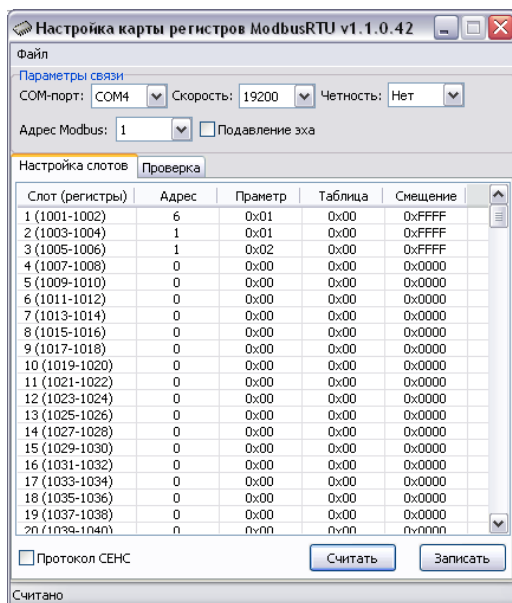

Рисунок 4 - Внешний вид окна программы
В группе настроек «Параметры связи» следует выбрать номер коммуникационного порта, к которому подключен адаптер, скорость обмена и чётность, на которые настроен адаптер, и нажать кнопку «Считать». После этого программа должна считать значения регистров адаптера, о чём будет выдано сообщение «Считано» в строке состояния программы (смотри рисунок 4). Если значения регистров не считаны (адаптер не найден), то необходимо:
***Внимание!** Проверяйте флаг состояния протокола СЕНС (смотри рисунок 4). При отключенном протоколе поиск и настройка адаптера и других устройств будет невозможна.*